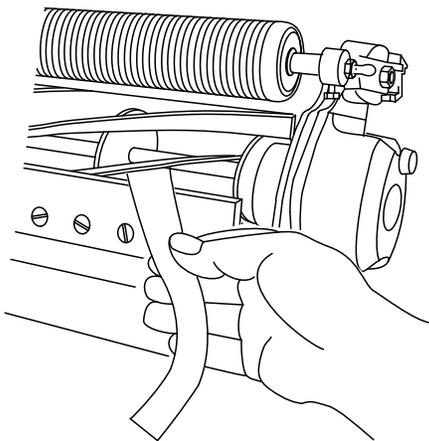

图12
- B. 在滚刀与底刀之间插入一长条剪切性能纸纸要与底刀垂直 **图12** 然后缓慢向前旋转滚刀此操作应能切断性能纸如果不能请重复步骤 **A** 和 **B** 直至切断为止。
11. 在滚刀与底刀之间插入一长条剪切性能纸要与底刀垂直图12然后缓慢向前旋转滚刀此操作应能切断性能纸如果不能将每个底刀架调节螺栓都顺时针旋转 1 格直至切断为止。